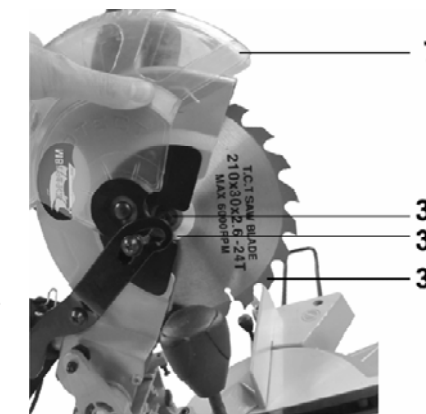
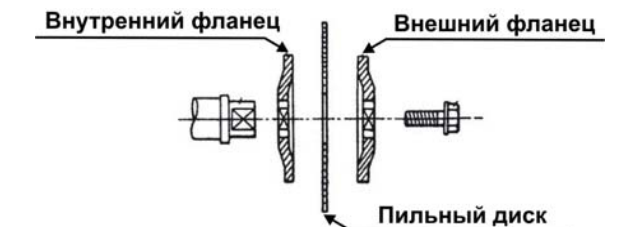

Рис.8
Рис. 10
9.6.1. Снятие диска, Рис. 8
Для снятия пильного диска (34) выкрутите винты (32) и снимите защитный кожух (7), Рис.8.
Установите пильный диск (34) в соответствии с последовательностью, указанной на Рис.10 так, чтобы зубья пильного диска (34) были направлены вниз в передней части пилы, Рис.8. Положение надёжно закрепите винтом (32).
Не нажимайте на кнопку включения (35) не убедившись, что пильному диску (34), ничто не мешает, и пильный диск (34) свободно вращается, Рис. 8
11.2. Регулировка угла наклона пиления 45°, Рис. 10,14